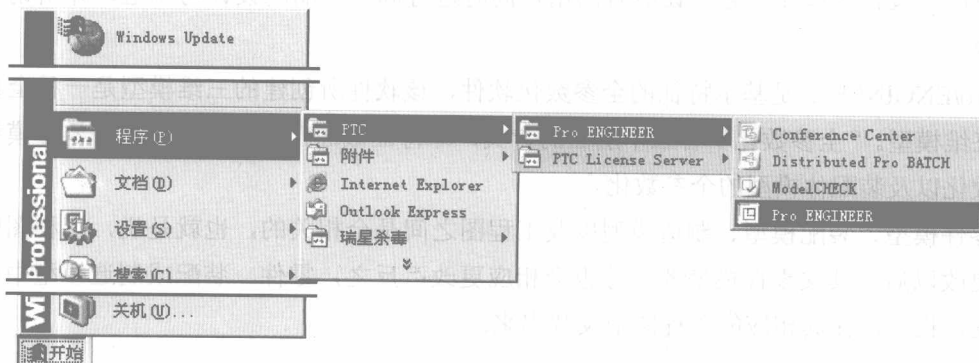

图 1.3.1 Windows “开始”菜单
Step2. 如图 1.3.1 所示，选择“程序” → “PTC” → “Pro ENGINEER” →